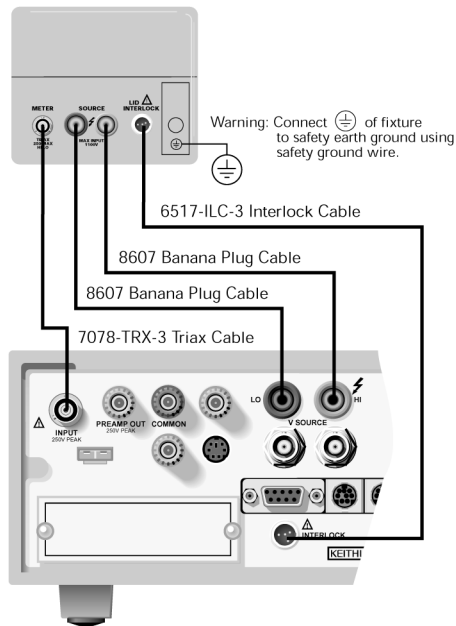

图 6 电阻率测量
4. 如图 6 所示，将 6517A 连接到 8009 测试夹具上，并设定测试夹具上的开关，设为所需的测量类型（表面电阻率和体电阻率）。